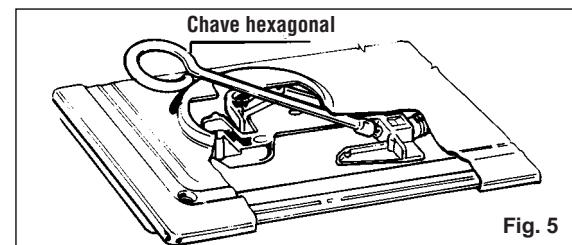

Fig. 5
- introduzir uma chave hexagonal para tubos no suporte do queimador (fig. 5). (Esta chave é fornecida juntamente com a placa)